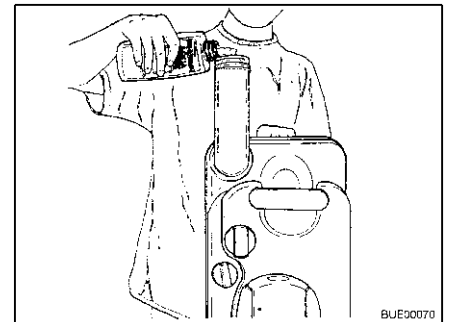

Bild 255 Fylla på sanitetsvätska
- Fyll på angiven mängd sanitetsvätska i latrintanken (Bild 255).